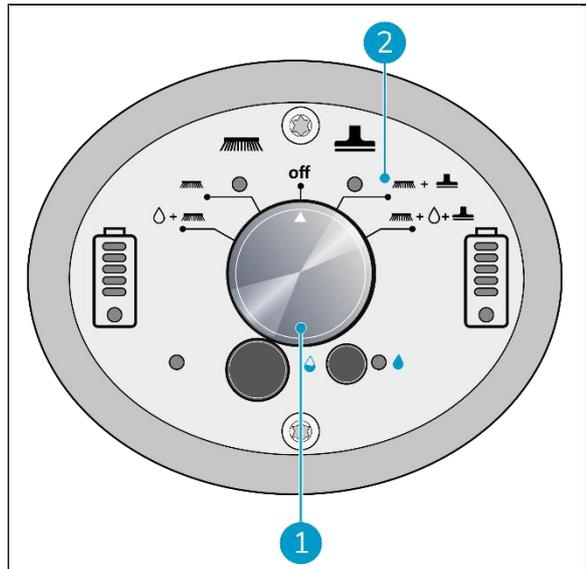

Figure 19
1. Utiliser l'interrupteur principal de base de l'i-mop XL (Figure 19, pos 1) et choisissez MODE 3 Brosse + Aspirateur sec (Figure 19, pos 2).